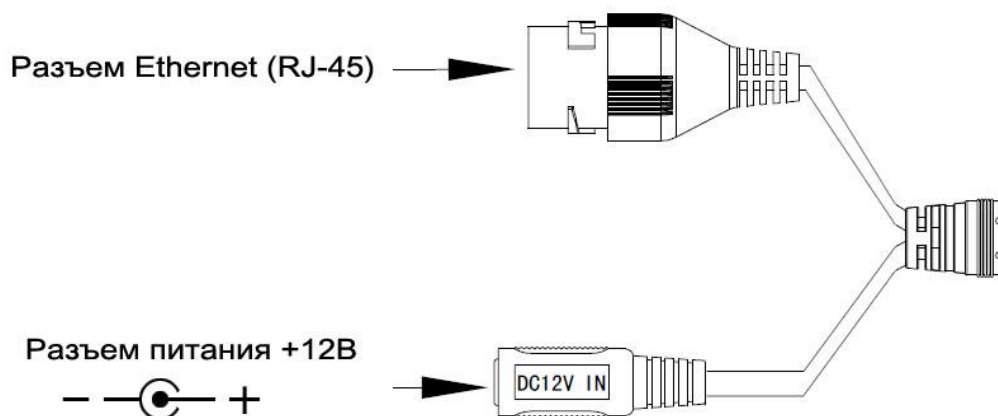

Рисунок 2
2.5 Подключите соединительные провода (разъемы) в соответствии со схемой внешних подключений (рис.2) и соблюдением полярности. Невверное соединение может привести к повреждению и/или неправильному функционированию оборудования.